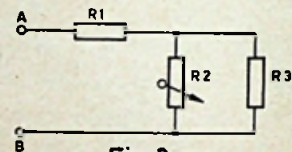

Fig. 3
- ③ Tussen de klemmen A en B bevindt zich een spanningsbron met een e.m.k. van 200 volt en een inwendige weerstand van 0,5 Ω (fig. 3).